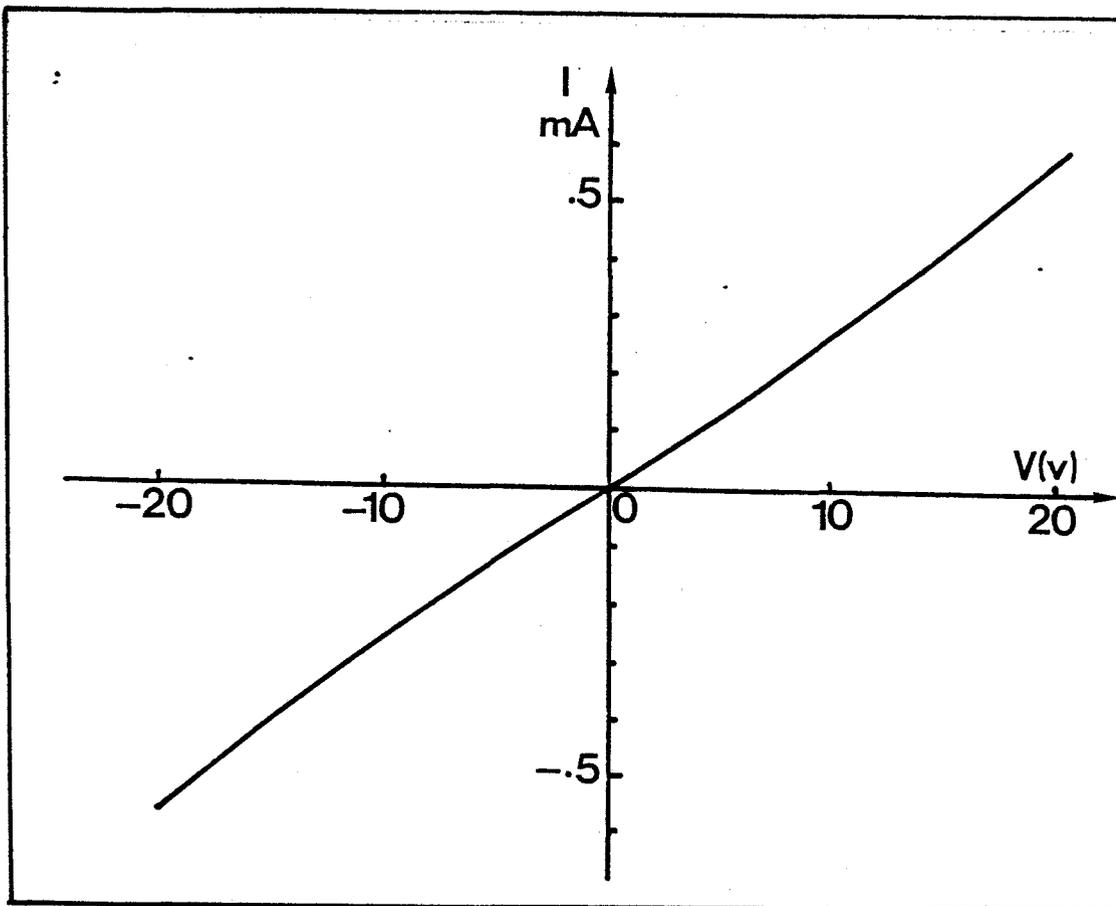

FIGURE F.1.1
- Figure F.1.1. Caractéristique I (v)